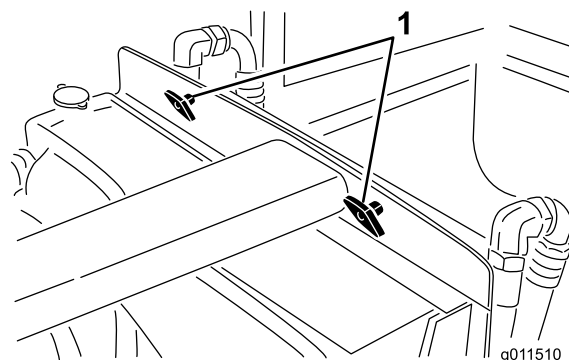

Figura 67
2. Togliete le manopole (Figura 67) che fissano il radiatore dell'olio al telaio.